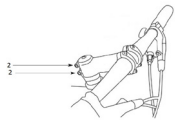

Рисунок 3
7. После затяжки винта крышки выноса с помощью шестигранного ключа 5мм, затяните винты №2 выноса (рисунок 3). Усилие затяжки винтов выноса указано на выносе 8Нм;